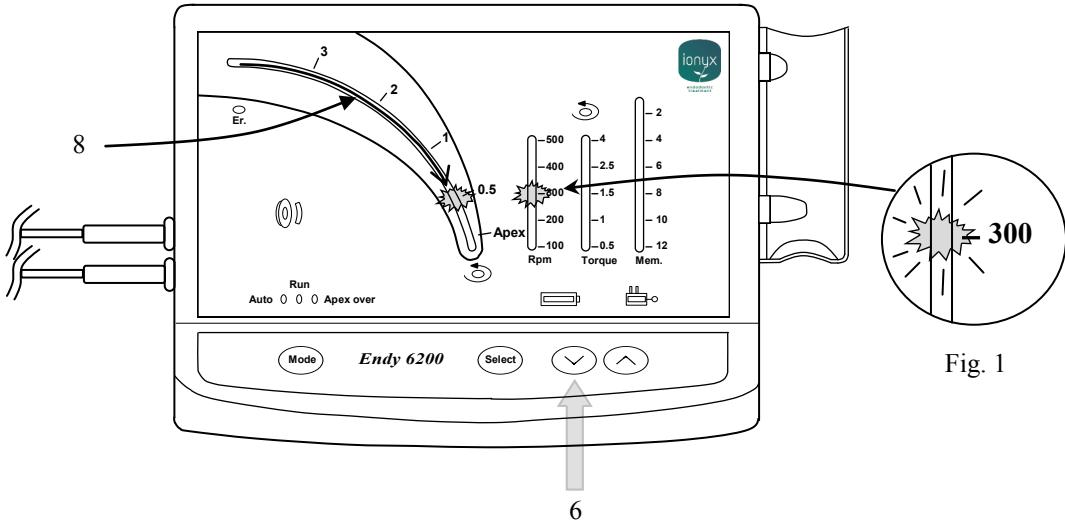

Fig. 1
**6 - Appuyer** sur la touche « » **pendant 1 seconde** pour couper la rotation du moteur. Le voyant indiquant la vitesse clignote (fig. 1).
**6 - Press** the « » **key for 1 second** to stop the motor rotating. The speed indicator light flashes (fig. 1).
**6 - Pulsar** la tecla « » **durante 1 segundo** para cortar la rotación del motor. El piloto indica la velocidad que parpadea (fig.1).
**6 - Premere** il tasto « » **per un secondo** per interrompere la rotazione del motore. La spia che indica la velocità lampeggia (fig. 1).
- 6 - Carregar na tecla «  » durante 1 segundo** para interromper a rotação do motor. O avisador que indica a velocidade fica intermitente (fig. 1).
- 6 - Przycisnąć na 1 sekundę klawisz "  ", co spowoduje zatrzymanie obrotów silnika.** Kontrolka prędkości zacznie migać (rys. 1).